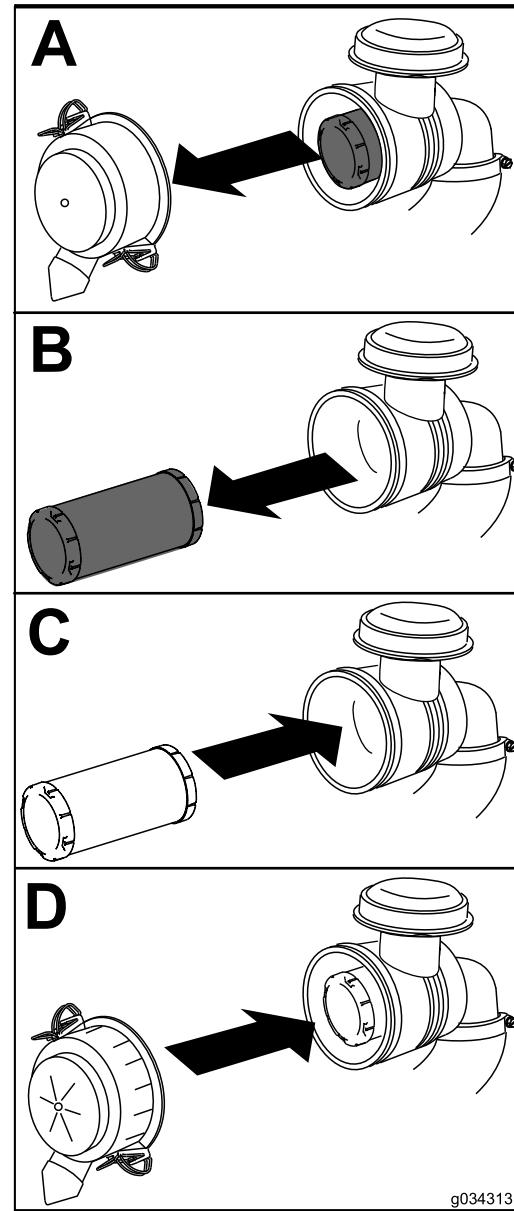

Рисунок 39
4. Установите крышку воздухоочистителя таким образом, чтобы сторона с обозначением «UP» (BVEPX), была обращена вверх, и закройте защелки (Рисунок 39).
1. Осторожно извлеките воздушный фильтр из корпуса воздухоочистителя (Рисунок 39).